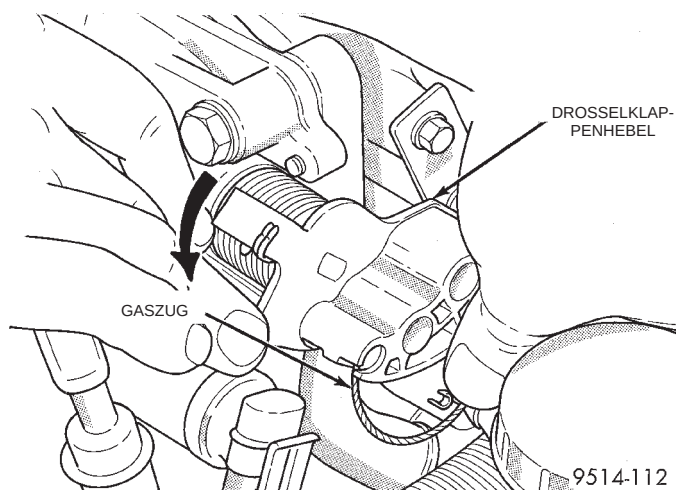

Abb. 66 Gaszugbefestigung am Drosselklappengehäuse
(1) Das Luftansaugrohr vom Drosselklappengehäuse demontieren.
(2) Den Gaszug am Drosselklappenhebel aushängen (Abb. 66).